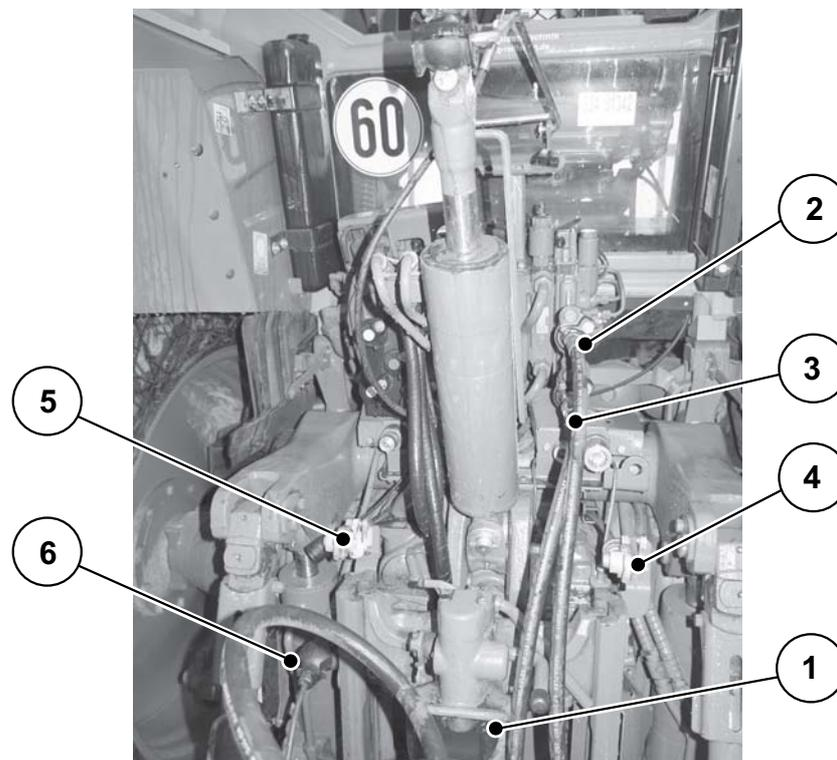
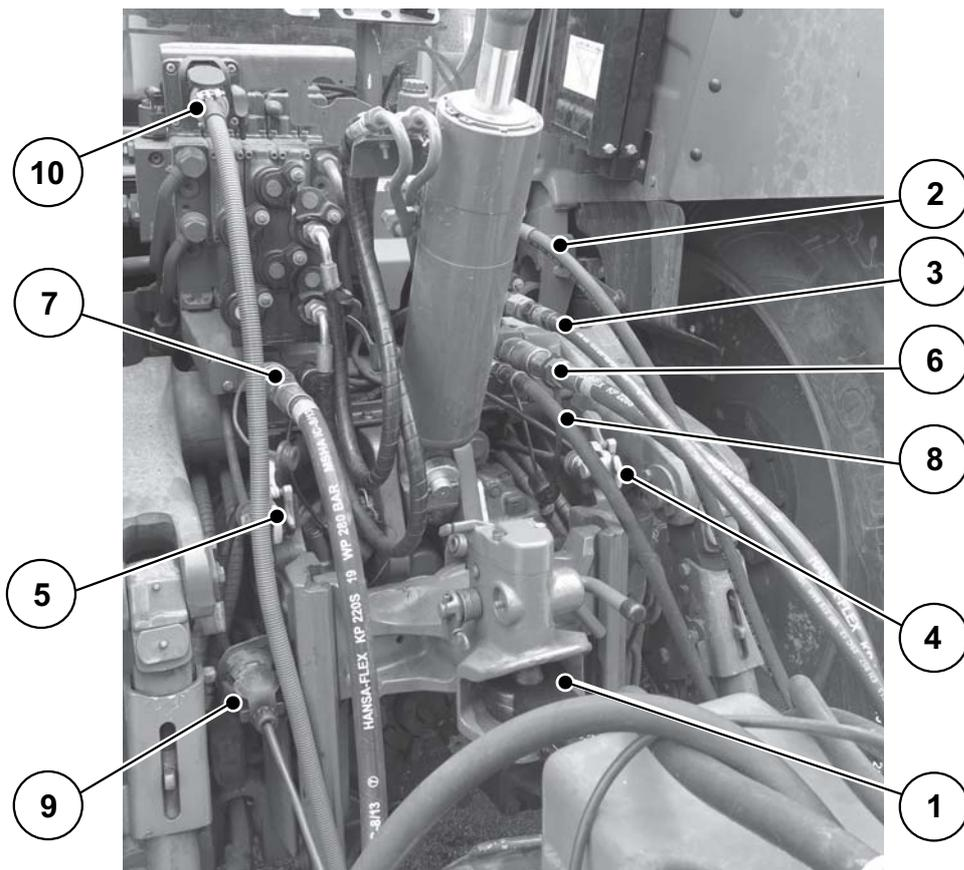

Bild 6.2: Anschlussreihenfolge Überladewagen mit Gelenkwelle TWS-M-7010
Bild 6.3: Anschlussreihenfolge Überladewagen TWS-H-7010
- Beachten Sie die Anschlussreihenfolge: Siehe Bild 6.2 bzw. Bild 6.3.